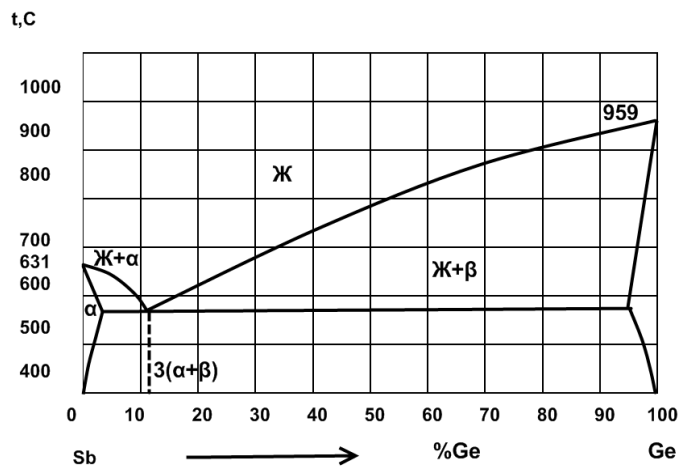

Рис. 8. Диаграмма состояния сурьма – германий (Sb – Ge)
2. Вычертите диаграмму состояния системы сурьма – германий. Опишите взаимодействие компонентов в жидком и твердом состояниях, укажите структурные составляющие во всех областях диаграммы и объясните характер изменения свойств сплавов в данной системе с помощью правил Курнакова (рис. 8).